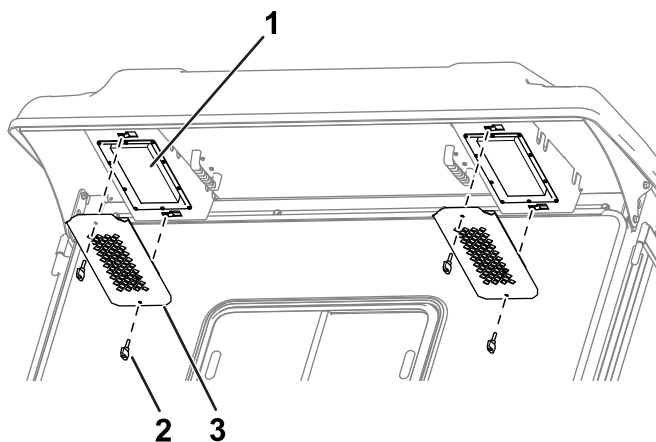

Figure 118
1. Enlevez les boutons et les grilles sur l'avancée arrière de la cabine (Figure 118).
4. Montez les filtres dans la cabine à l'aide des boutons et des grilles (Figure 118).